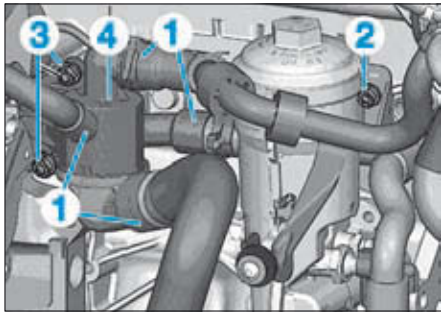

FIG. 21
- Retirer les durits d'eau (1) du boîtier thermostatique (Fig.21).
- la vis de fixation (2),
- les vis de fixation (3) du boîtier thermostatique (4),